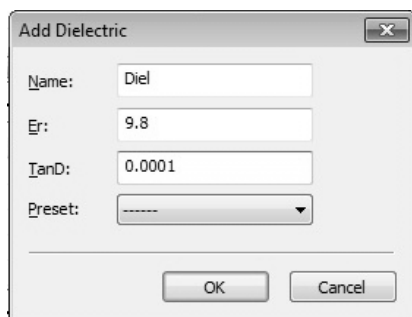
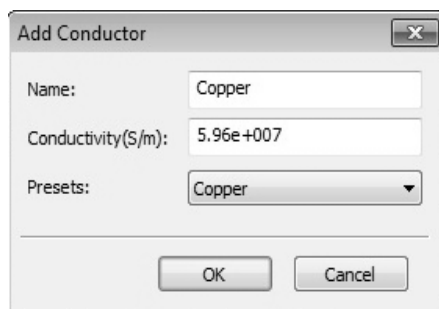

Рис.3.4
Рис.3.5
1. На вкладке **Material Defs** окна свойств элемента **STACKUP** в области **Dielectric Definitions** добавьте слой диэлектрика **Diel**, для которого введите **Er = 9.8** и **TanD = 0.0001** (рис. 3.4). В области **Conductor Definitions** добавьте материал **Copper** (рис. 3.5) и установите для него красный цвет.